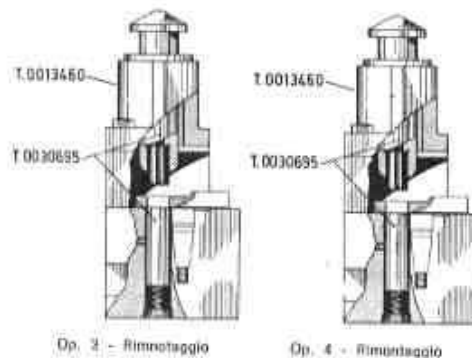

Fig. 41 - Rimontaggio albero motore
- 6) - Montare sul semialbero lato frizione il gruppo biella-bottone maggiorato; quindi montare il semialbero lato volano (ved. op. 3 e 4 di fig. 41).